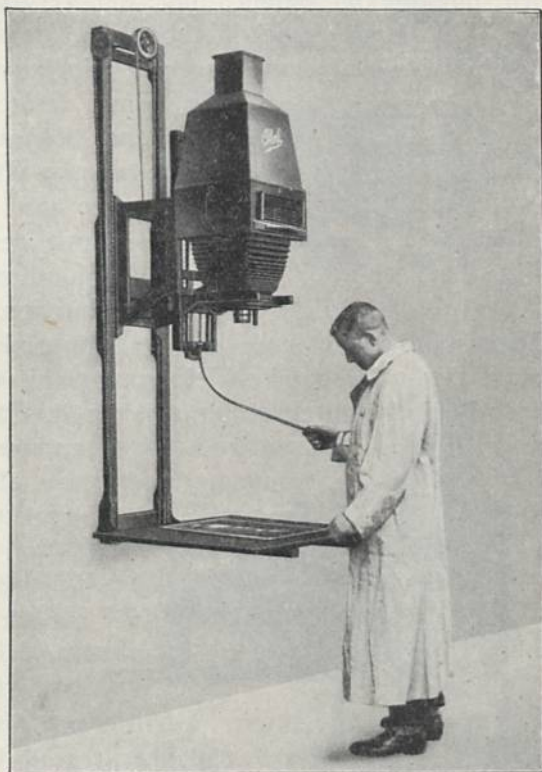

Abb. 235.
**Erschütterungen des Fußbodens während der Belichtung** verursachen *unscharfe Bilder*. Man muß daher beim Vergrößern die Belichtung sofort unterbrechen, wenn jemand im Arbeitsraum herumläuft oder am Hause ein schwerer Lastwagen oder dgl. vorbeifährt. Erst nach Aufhören der Störung wird die Belichtung fortgesetzt. Die Okoli-Ges.-Stadttilm liefert für ihren hängenden Vergrößerungsapparat (Abb. 235) eine *Projektionstischplatte* (ein Reißbrett), die *keine Bodenstütze* hat, sondern an den Wandschienen befestigt wird und nach Gebrauch entweder hochgeklappt oder ganz weggenommen werden kann. Erschütterungen des Fußbodens übertragen sich daher nicht auf den Apparat. Damit entfällt der Zwang, daß während der Belichtung niemand in der Dunkelkammer laufen darf.
Von bewährten kondenserlosen Vergrößerungsapparaten seien genannt: für **direkte** Beleuchtung. An *Wandschienen* hängend: der **Okoli** (Abb. 235) der *Okoli-Ges.-Stadt*ilm; mit *Schnell-Einstellvorrichtung*, *Reproduktions-Beleuchtungshaube* und *Kopiereinrichtung*; vergrößert und